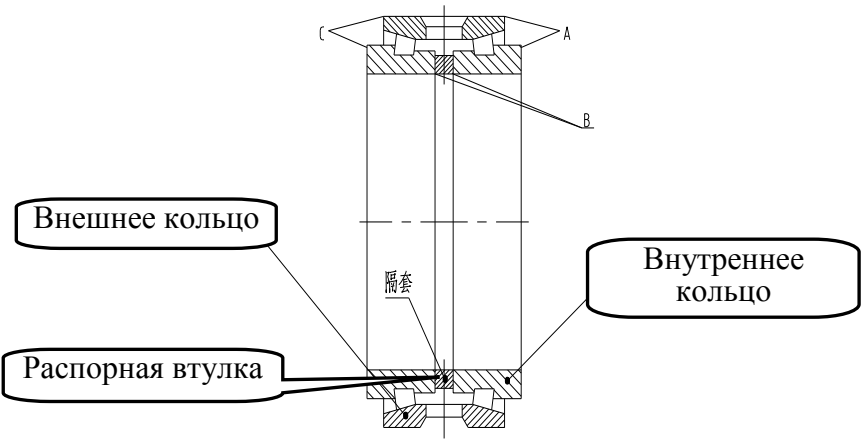

Рисунок 7-11. Двухрядный конический роликовый подшипник
4. Установите опору подшипника 13, на основе нижеприведенных пояснений установите двухрядный конический роликовый подшипник 12 (см. рисунок 7-11):